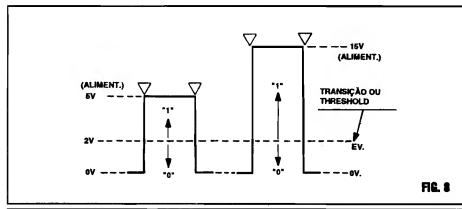

FIG. 8
- FIG. 8 - AFINAL, A PARTIR DE QUAL TENSÃO A ENTRADA DE UM C.MOS "INTERPRETA" A TRANSIÇÃO ENTRE OS NÍVEIS RECONHECIDAMENTE DIGITAIS...? - É importante definir bem qual o real ponto de transição, ou seja, a "voltagem" mais ou menos precisa que uma Entrada C.MOS reconhece como sendo a "fronteira" entre um nível "baixo" e um nível "alto", mesmo porque nem sempre as excitações (por uma série de motivos circuitais...) são intrinsecamente "claras" ou suficientemente rápidas em suas "trocas de estado"... Esse nível de transição (ver diagrama), também chamado de limiar ou *threshold*, situa-se, nos C.MOS, em torno de 2V, acima do que qualquer Entrada dessa "família" interpreta como nível "alto" ou "1", e abaixo do qual a mesma Entrada "vê" um nível digital "baixo" ou "0"... Devido a tal parâmetro, quando estamos utilizando um bloco lógico C.MOS em conjugação com circuitos de entrada baseados em componentes discretos, analógicos, é sempre conveniente adotar uma Tensão de alimentação substancialmente acima dos 2V do "limiar", de modo que com toda a segurança e "certeza" os "estados" digitais aplicados sejam devidamente reconhecidos... É por tal razão Teórico/Prática que, embora possamos fazer um